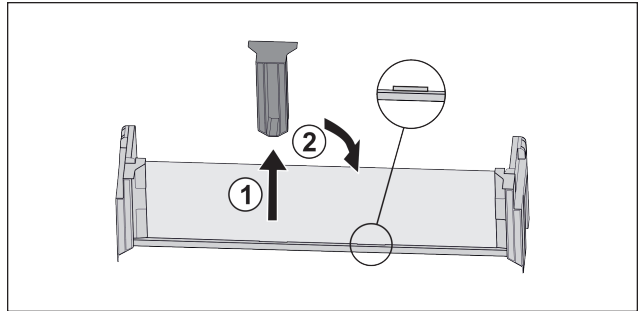

Fig. 83 \*
- ▶ Estrarre l'elemento di supporto centrale Fig. 83 (1).\*
- ▶ Inserire l'elemento di supporto centrale sulla seconda posizione Fig. 83 (2).\*